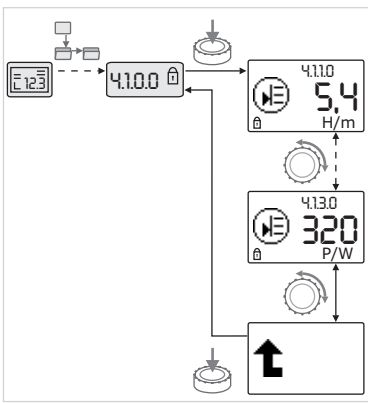

Fig. 41: Вызов информации
- Вращая красную кнопку, можно управлять элементами меню типа «Информация» текущего подменю (см. рис. 41). Пояснения настроек, представляемых символами, см. в таблице в главе 8.7 «Указатель элементов меню» на стр. 203.